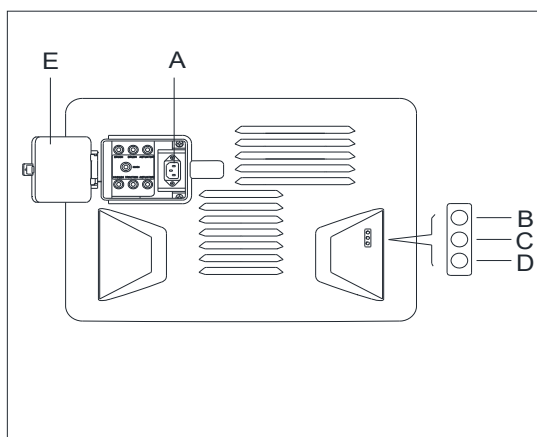

Figura 19
- Deschideți acoperișul de protecție (E, Figura 19), conectați încărcătorul (A, Figura 19) la sursa primară de alimentare, toate funcțiunile mașinii sunt stopate. Lumina LED roșie (D, Figura 19) se aprinde ceea ce înseamnă că se derulează procesul de încărcare.
- Bateriile sunt complet încărcate atunci când indicatorul LED verde (C) se aprinde.
- Deconectați cablul încărcătorului de la sursa de alimentare după ce încărcarea s-a finisat, și după asta stocați încărcătorul (F, Figura 19) în cutia de depozitare (G, Figura 19).
Pentru mai multe informații despre încărcătorul încorporat (A, Figura 19), consultați manualul relevant de la centrul de service.